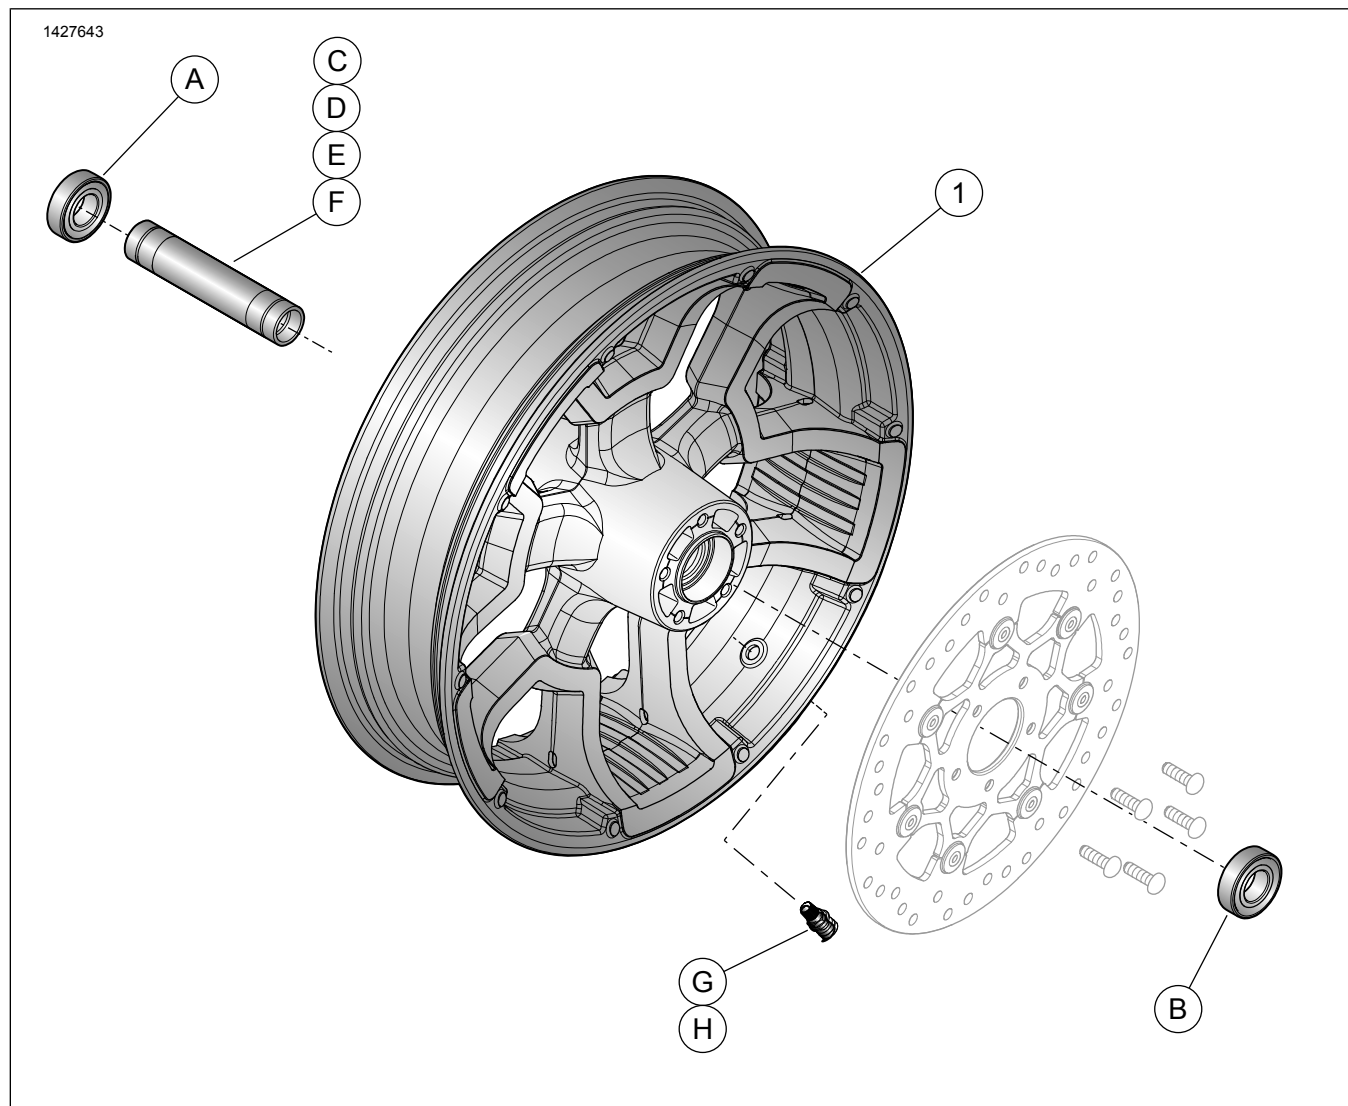

Figura 2. Parti di ricambio: Kit ruota anteriore
Questo kit comprende solo una ruota personalizzata. Per il contenuto del kit, vedere Figura 2 e Tabella 3.
2. Vedere Figura 2 Installare il gruppo dello stelo della valvola sulla ruota. Vedere il manuale di manutenzione.